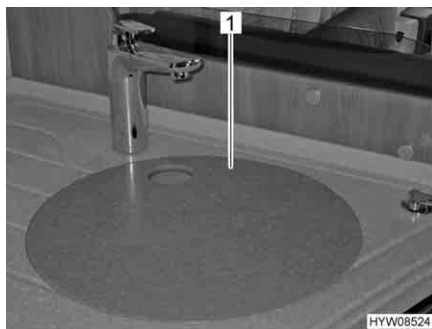

Fig. 5 Coperchio lavello cucina
- In caso d'incidente oppure in caso di frenata d'emergenza il coperchio lavello (Fig. 5,1) può ferire i passeggeri del veicolo. Prima della partenza rimuovere il coperchio lavello cucina dal lavandino e stivarlo in modo sicuro nell'angolo cucina oppure nell'armadio guardaroba.